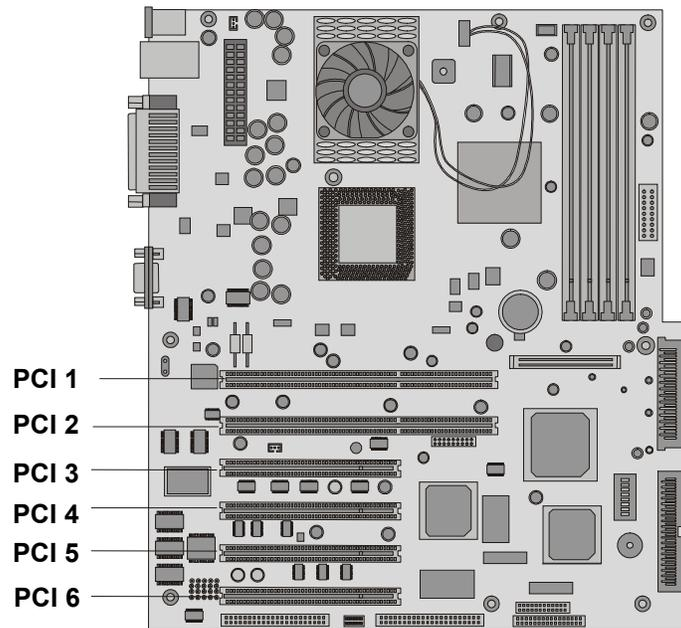

Figure 3-21. Logements d'extensions
7. Identifiez le numéro de logement d'extension à utiliser. Voir Figure 3-21.